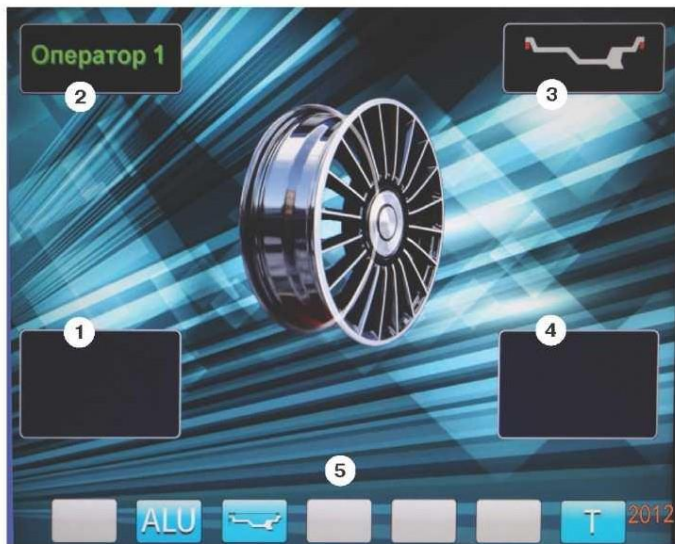

рис.8.2.
8.3. После включения питания СБ на экране монитора отображается фирменная заставка, которая через несколько секунд сменяется отображением экрана основного рабочего режима (рис. 8.2).
Для выбора нужной схемы нажмите кнопку верхнего ряда клавиатуры с соответствующим номером. Выбранная схема установки грузов отображается в окне 3 экрана основного рабочего режима (рис. 8.2).
12.2. При включении СБ программа измерения дисбаланса настраивается таким образом, что дисбаланс менее 8 г (заводская установка) на любой плоскости коррекции не показывается, в этом случае в окнах 1 и 4 (рис. 8.2) высвечиваются «OK». Минимальный дисбаланс отображающийся в окнах 1 и 4 равен 8 г. Дисбаланс, превышающий 8г, округляется до величины кратной 5, т.е. дисбаланс 9, 10, 11 и 12 г отображается цифрой 10, дисбаланс 13, 14,15, 16 и 17 г - цифрой 15 и т. д. Для просмотра неокругленного значения дисбаланса или дисбаланса менее 8г. необходимо нажать кнопку «<>», при этом в окнах 1 и 4 на 2-3 сек высвечиваются фактические значения дисбаланса, определенные в данном запуске.